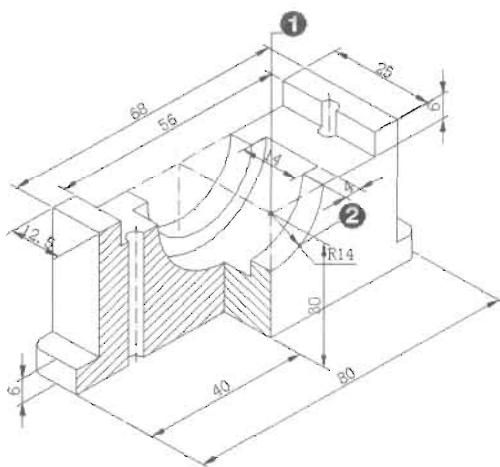

图 11-114
(10) 在命令提示行输入，在命令提示行输入 qleader (引线标注命令)，标注等轴测圆的半径，如图 11-114 所示，命令执行过程如下。
//捕捉图 11-114 中的点 1
//捕捉图 11-114 中的点 2
指定第一个引线点或[设置(S)]<设置>: 捕捉图 11-114 中的点 2